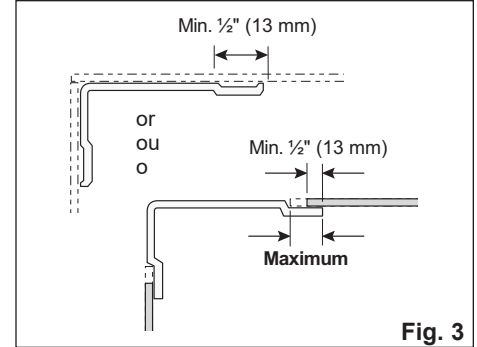

Fig. 3
CORRECT OVERLAP: Panel overlap should be at least 1/2". For some models, back panel and end panels can be trimmed to accommodate smaller bathtub. **DO NOT CUT CORNER PANELS B.** Panels can be trimmed with a sharp edge cutting lightly. Using a straight edged piece of plastic or wood as a guide, score with continuous, even pressure. Note: Make several passes until approximately halfway through the plastic. Then bend and snap along score line. Fig. 3.
RECouvrement adÉquAT : Le recouvrement entre les panneaux doit être de 1/2" minimum. Pour certains modèles, les panneaux de bout et le panneau du fond pourront être coupés pour convenir à une baignoire de plus petite taille. **NE PAS COUPER LES PANNEAUX DE COIN B.** Pour couper, utiliser une règle pour tracer la ligne de coupe et un couteau bien affûté. **Note :** Il est très important de ne pas tenter de couper le plastique d'un seul trait; entailler plutôt le panneau plusieurs fois et plier le panneau jusqu'à ce qu'il se brise. **Fig. 3.**
RECUBRIMIENTO ADECUADO : El recubrimiento entre los paneles debe medir como mínimo 1/2". Para ciertos modelos, los paneles del extremo y el panel del fondo podrán cortarse para adaptarse a una bañera más pequeña. **NO CORTE LOS PANELES DE LA ESQUINA (B).** Para cortar, utilice una regla para trazar la línea de corte y un cuchillo bien afilado. **Nota:** Es muy importante no intentar cortar el plástico de un sólo tirón; es preferible cortar el panel varias veces y doblarlo hasta que se quiebre (**Fig. 3**).